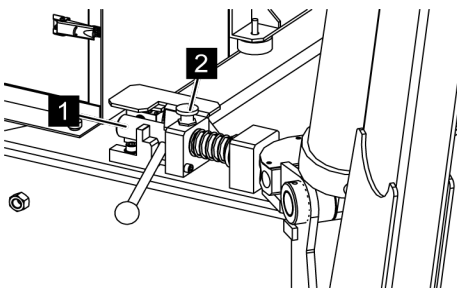

Fig. 86: Verrouiller
4. → Mettre la goupille de verrouillage (Voir la Fig. 86/1) dans la position indiquée (Voir la Fig. 86) et enclencher la pointe de blocage (Voir la Fig. 86/2).